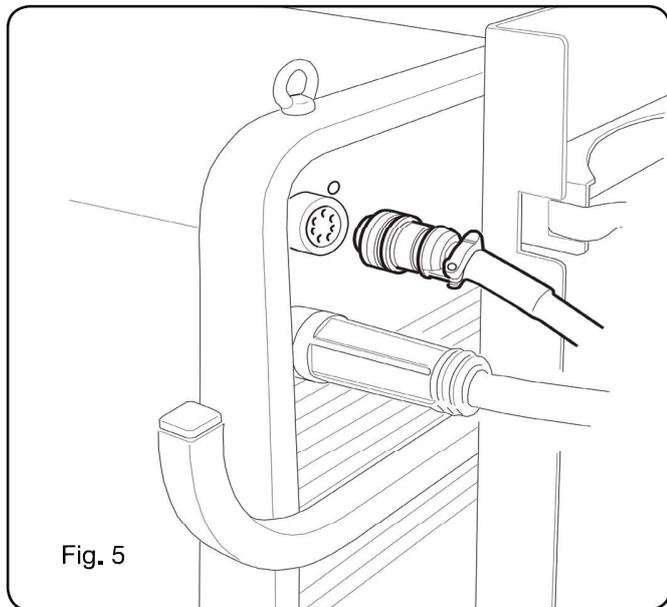

Fig. 5
- Execute as ligações, na traseira do gerador, como ilustrado na Fig. 5